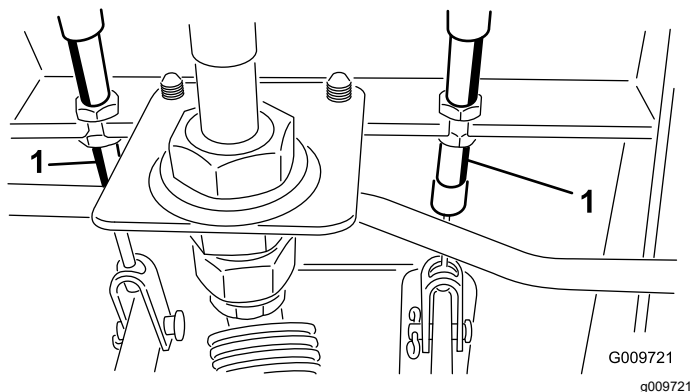

図 95
- A. ブレーキケーブル 図 95 の端にある前ナットをゆるめる。